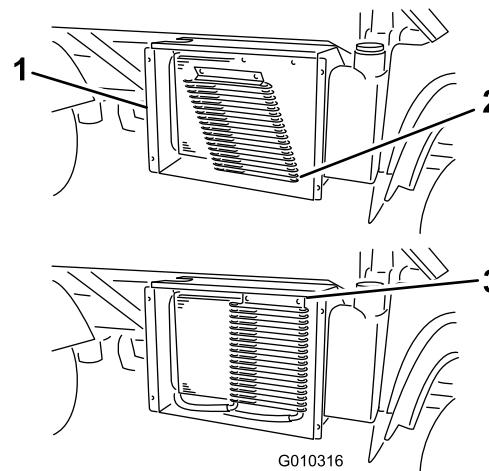

Figura 63
3. Si está instalado, abra los cierres y gire el enfriador de aceite, separándolo del radiador (Figura 63).